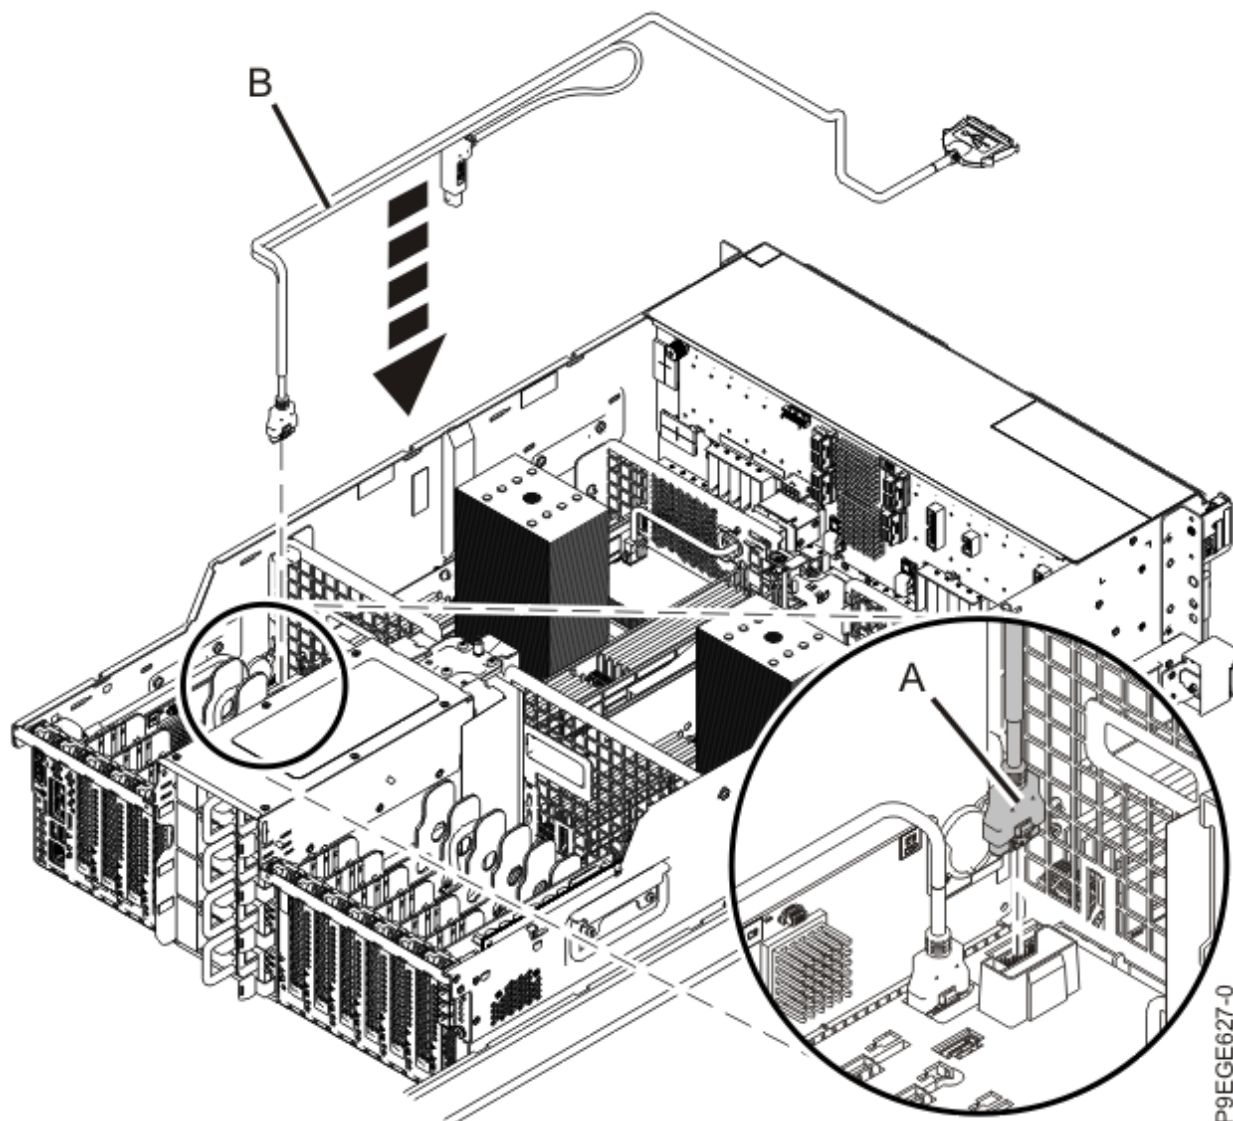

Abbildung 26. USB-Kabel an der Vorderseite an der Systemrückwandplatine austauschen
6. Schließen Sie den USB-Anschluss **(A)** des USB-Kabels **(B)** an der Systemrückwandplatine an (siehe Abbildung 26 auf Seite 28).